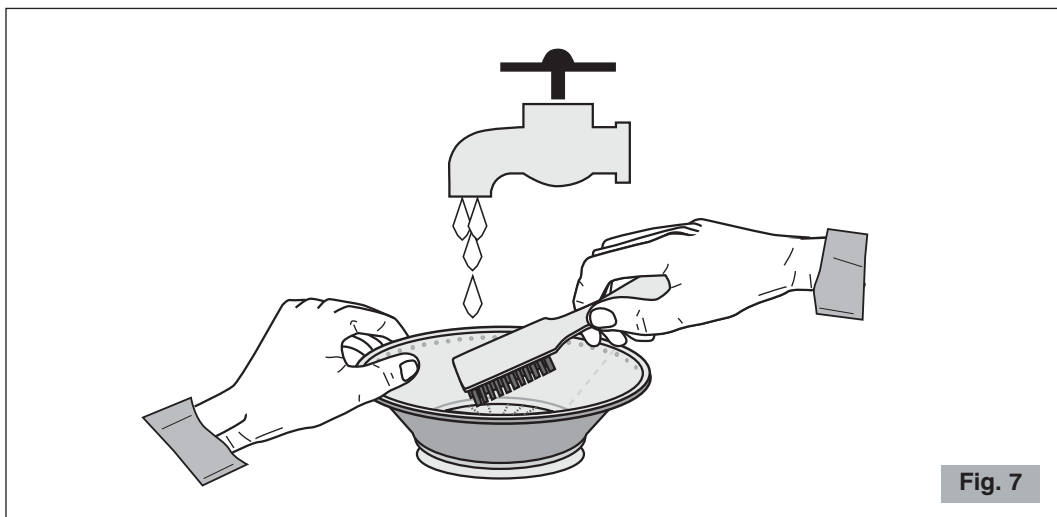

Fig. 7
- Per ottenere una più alta resa di succo assicurarsi sempre che il cestello sia pulito accuratamente utilizzando una spazzola in nylon. Utilizzando questa spazzola, tenere il cestello sotto al rubinetto e spazzolare la parte interna del setaccio (vedi Fig. 7), controllare poi in controluce che non ci siano fori del setaccio ostruiti. Se dovessero esserci fori ostruiti, immergere il cestello in una soluzione di acqua calda con il 12% di succo di limone o aceto in maniera da liberare i fori. In alternativa lavare il cestello in lavastoviglie.